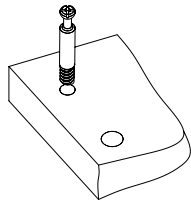

Рис.2
2. Вкрутить шпильки минификсов в соответствующие плоскостные отверстия столешницы 1 и фасадную планку 10 (Рис. 2).